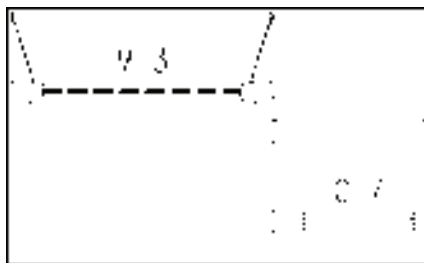

图 13-55 绘制坡道
- 8) 在命令行中输入 A，翻转图形的角度；在绘图区中指定图形的插入点，绘制坡道图形，结果如图 13-55 所示。